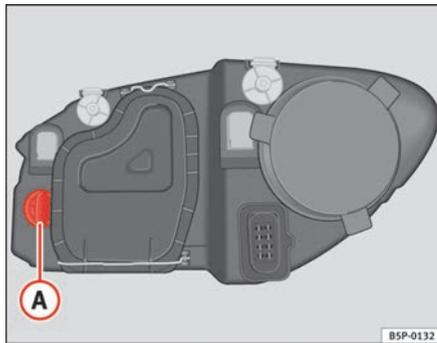

Fig. 178 Lámpara luz intermitente
- Gire el portalámparas ⇒ fig. 178 Ⓐ a la izquierda y tirar.